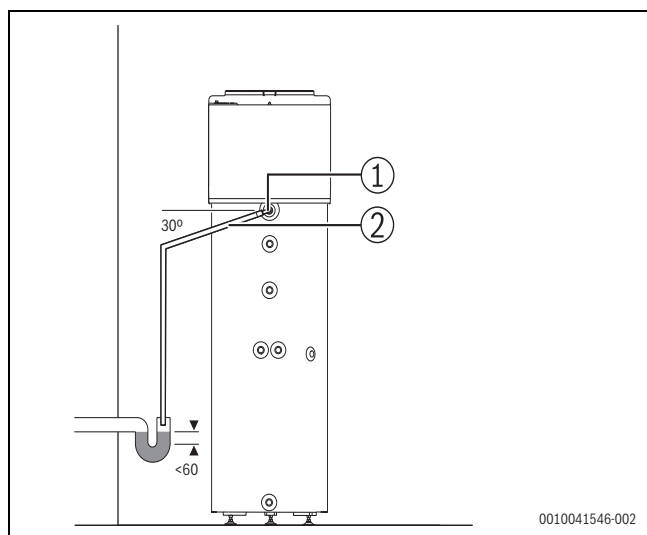

Fig. 12 Collegamento dello scarico della condensa
- ▶ Collegare un tubo flessibile Ø 16 ([2], Fig. 12) al nipple di plastica ([1], Fig. 12).
- ▶ Collegare il tubo flessibile a un sifone in modo che la condensa possa fluire liberamente (Fig. 12).